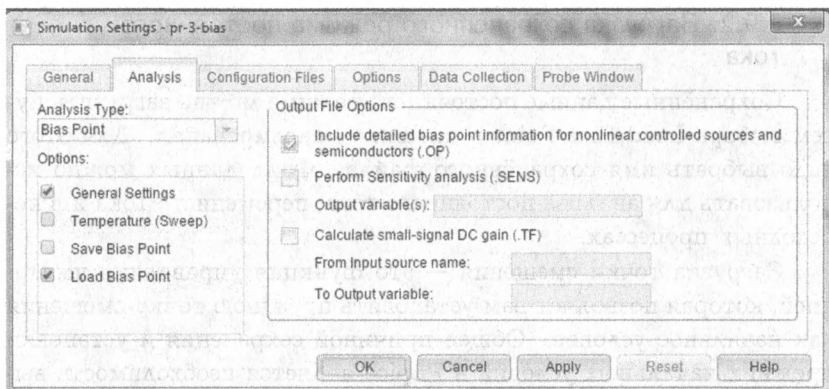

Рис. 2.45. Установка режима загрузки смещения
2. Перед запуском другого моделирования перейдите на вкладку Analysis > Bias Point и в диалоговом окне Options выберите Load Bias Point (рис. 2.45).